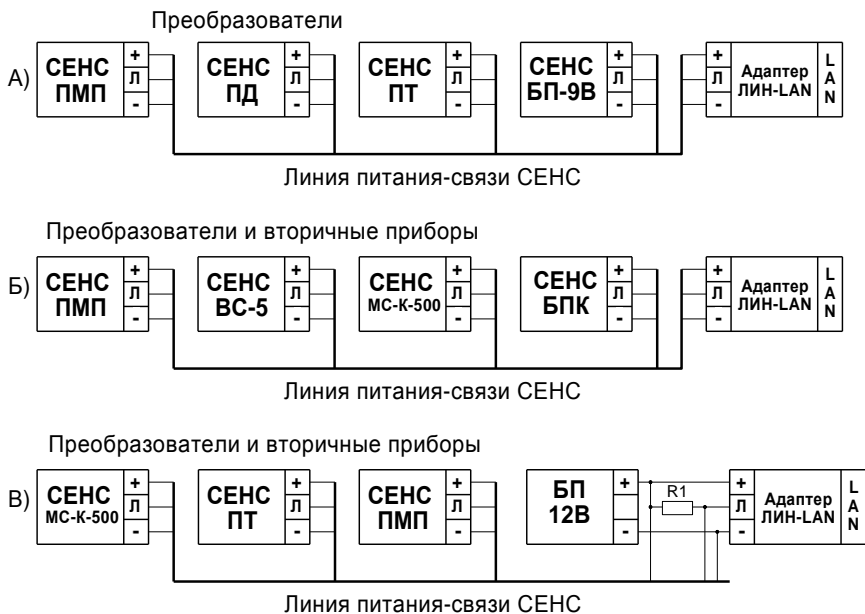

Рисунок 3 – Примеры подключения
2.3.1 Адаптер соединяется по трем проводам с общей линией питания-связи СИ СЕНС так же, как и все устройства СЕНС. В примерах на рисунке 3 приведены варианты подключения питания адаптера ЛИН-LAN, преобразователей и вторичных приборов от блока питания СЕНС (рисунок 3а), блока питания-коммутации СЕНС (рисунок 3б) или блока питания стороннего производителя (рисунок 3в).